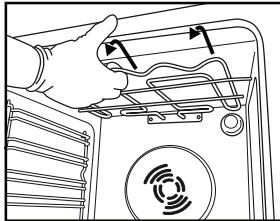
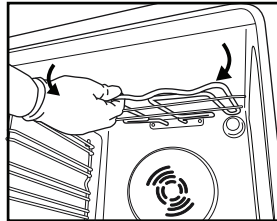

Fig. 4
Fig. 5
2. Trek het verwarmingselement voorzichtig naar buiten (Fig. 4) en breng het omlaag (Fig. 5).